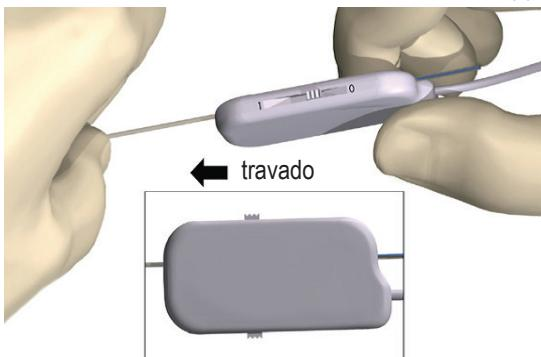

Figura 10: Fixar o Eletrodo DBS no conector do Cabo cirúrgico 1 x 8
7. Empurre a extremidade do Eletrodo DBS para a porta, até ela parar. Mantenha o Eletrodo DBS no lugar, empurrando a alavanca de bloqueio para a posição bloqueada (1) (Figura 10).